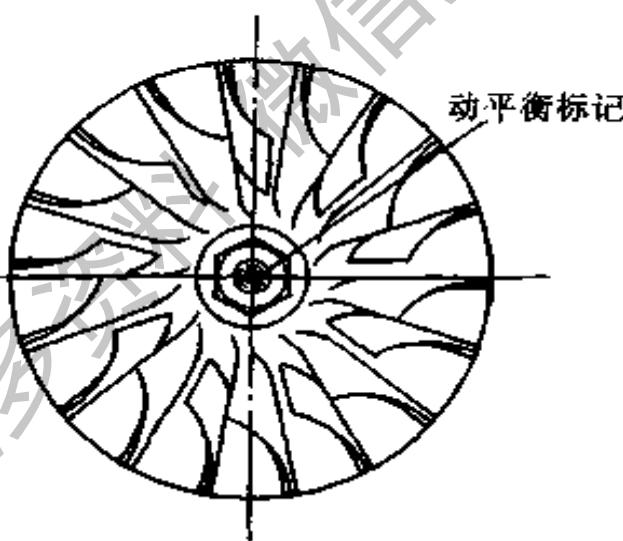

图 3-8 动平衡标记部位
(1) 分别松开压气机壳“1”、无叶蜗壳(又叫涡轮壳)“3”与中间壳“2”上的固紧螺栓,取下两只壳体。若两只壳体与中间壳配合较紧时,可用橡胶或木质锤沿壳体四周轻轻敲打,取下壳体时要细心,不能使壳体在轴线方向产生倾斜,以免碰伤压气机及涡轮叶片的顶尖部分或碰毛壳体相应的内侧表面。
(2) 将涡轮转子轴“5”、叶轮出口处六角形凸台夹在虎钳上,识别或做好自锁螺帽“6”,涡轮转子轴“5”及压气机叶轮“4”相互位置的动平衡标记,如图 3-8 所示。